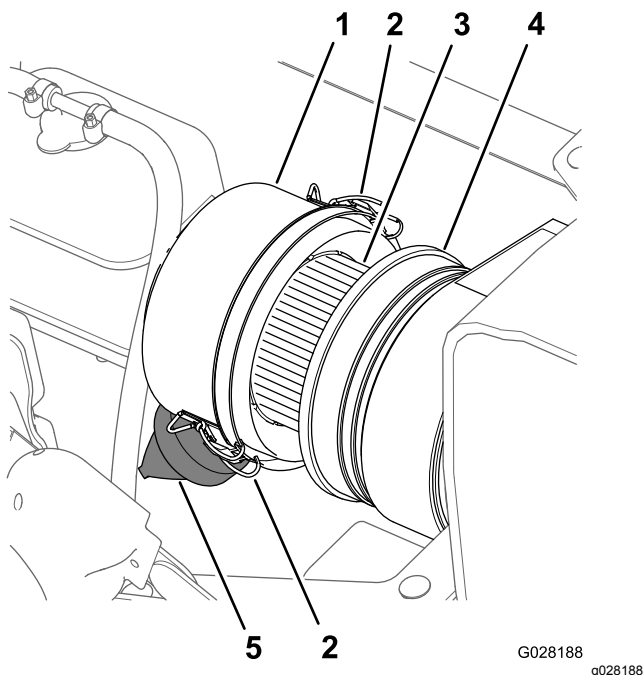
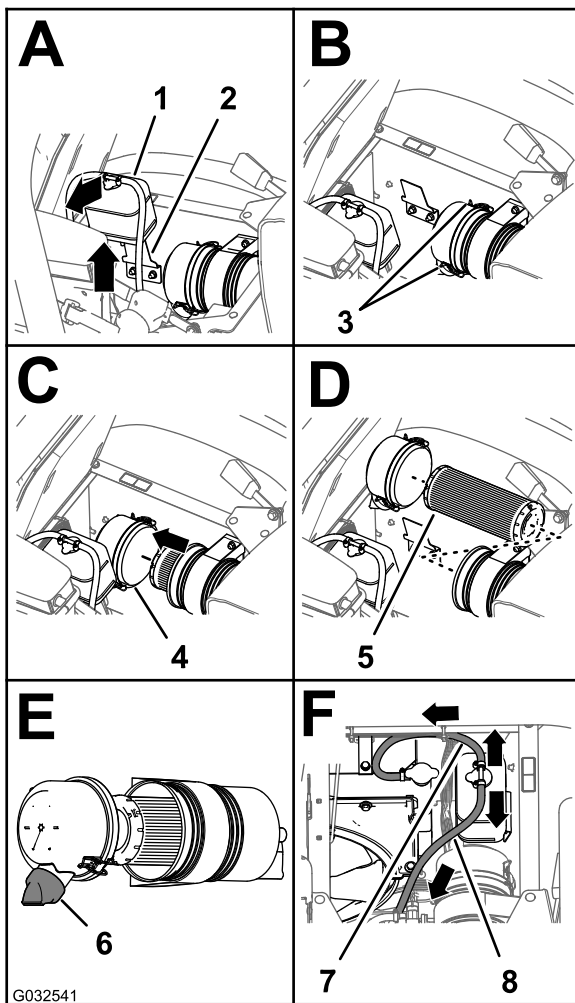

Figura 66
Figura 67
3. Limpie el tapón guardapolvo y el cuerpo del limpiador de aire (Figura 66).
4. Inspeccione la carcasa del limpiador de aire en busca de daños que pudieran causar una fuga de aire (Figura 66).
5. Apriete la válvula de polvo para limpiarla de suciedad, polvo y residuos (Figura 66).
7. Compruebe si el elemento del filtro de aire tiene una acumulación excesiva de suciedad, polvo y residuos (Figura 66).
8. Instale el tapón guardapolvo en el cuerpo del limpiador de aire, y sujete el tapón con los 2 enganches (Figura 66).
2. Limpie el tapón guardapolvo y el cuerpo del limpiador de aire (Figura 66).
3. Levante el depósito de expansión del refrigerante y retírelo del soporte del depósito (Figura 67).
- Abra los dos enganches que sujetan el tapón guardapolvo a la carcasa del limpiador de aire (Figura 67).
- Limpie el interior del tapón guardapolvo, la carcasa del limpiador de aire y la válvula de polvo con un trapo húmedo (Figura 66 y Figura 67).
- Instale el elemento del filtro de aire en la carcasa del limpiador de aire (Figura 67).
- Instale la tapa sobre el cuerpo del limpiador de aire y sujétela con los 2 enganches (Figura 67).
Nota: Asegúrese de que la válvula de polvo está alineada a una posición entre las 5 y las 7, vista desde el extremo (Figura 67).
- Alinee el depósito de expansión del refrigerante con el soporte del depósito y coloque el depósito firmemente (Figura 67).
Importante: Asegúrese de que la manguera de alivio de presión está enrutada hacia delante y hacia abajo, y que la manguera de ventilación está enrutada hacia atrás, según se muestra en Figura 67.